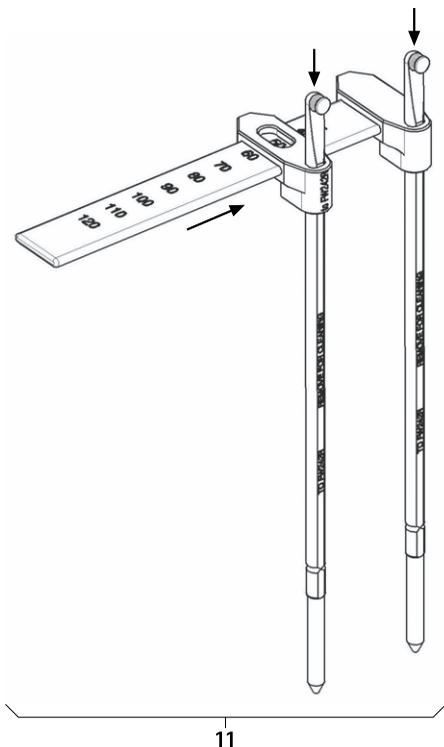

Fig. 16
- Montera stavlängds-mätinstrument 11, se Fig. 16.